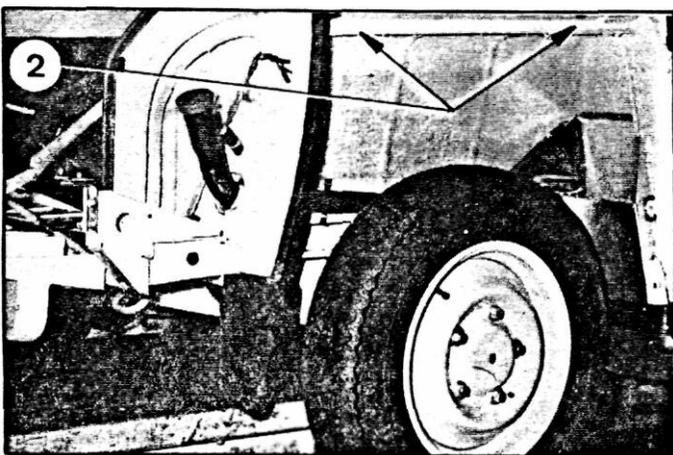

Abb. 22
15. Mittlere Strebe am hinteren Seitenblech (Break), (Abb. 22)
- Stopfen (2) an den hinteren u. vorderen Löchern der mittleren Strebe des Seitenbleches (rechts und links) abnehmen.